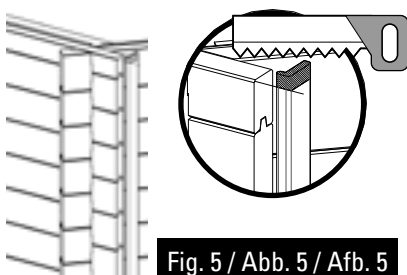

Fig. 5 / Abb. 5 / Afb. 5
- Position the L trimming on the ends of the boards. • Cut off the excess part of the trimming according to the height of the pool if necessary (figure 5).
- Présentez le cache L sur les extrémités des madriers. • Coupez l'excédent de cache selon la hauteur du bassin si nécessaire (figure 5). • Fixez le cache L à l'aide de 3 vis 4x60 également réparties sur la hauteur (figure 6).
- Legen Sie die Zierleiste L auf die Enden der Bretter. • Falls erforderlich, schneiden Sie das, was von der Zierleiste übersteht, je nach Höhe des Beckens (Abb. 5) ab. • Befestigen Sie die Zierleiste L mit Hilfe von 3 Schrauben 4 x 60 gleichmäßig auf der Höhe (Abb. 6).
- Plaats sierlijst L op de uiteinden van de planken. • Indien nodig, overtollige stukken van de sierlijst afsnijden, afhankelijk van de hoogte van het bassin (afbeelding 5). • Zet de sierlijst L vast met behulp van 3 schroeven 4 x 60 gelijkmatig over de hoogte verdeeld (afbeelding 6).